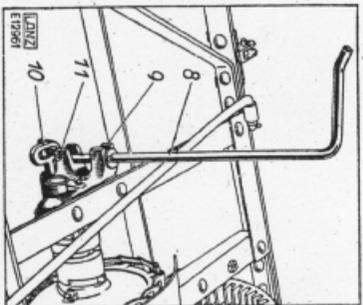

Bild 6. Einrückhebel
- d) Einrückhebel „8“ (Bild 6) durch Lager „9“ in Einrückbolzen „10“ einführen, Scheibe aufliegen und oberhalb des Lagers „9“ und unterhalb des Einrückbolzens „10“ versplinteln. Die Scheibe oberhalb des Lagers ist vor dem Einsetzen des Einrückhebels auf dieselbe aufzuschieben. Im Lager „9“ zwei Splinte „11“ einsetzen.